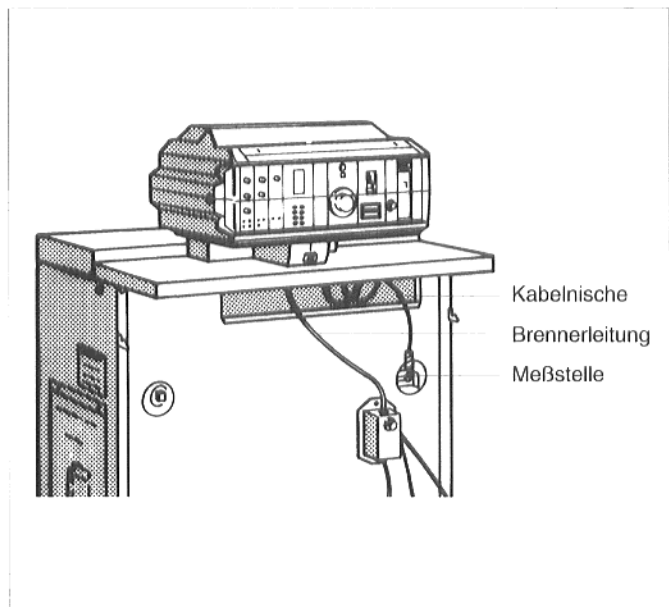

Abb. 8: Vorderseite
- Kapillarrohre der Temperaturfühler und, bei "Ecomatic"-Regelung, die Kesselwassertemperaturfühlerleitung durch die Öffnung in der vorderen Kesselhaube aus der Kabelnische (Abb. 8) auf der Kesselvorderseite führen.
- Kapillarrohre und, bei "Ecomatic"-Regelung, Fühlerleitung abrollen, bis sie an die Meßstelle reichen (Abb. 8).
- Brennerleitung (Abb. 8) durch die Kabelnische und die Öffnung in der vorderen Kesselhaube zum Regelgerät führen. Steckverbindungen nach Schaltplan herstellen.